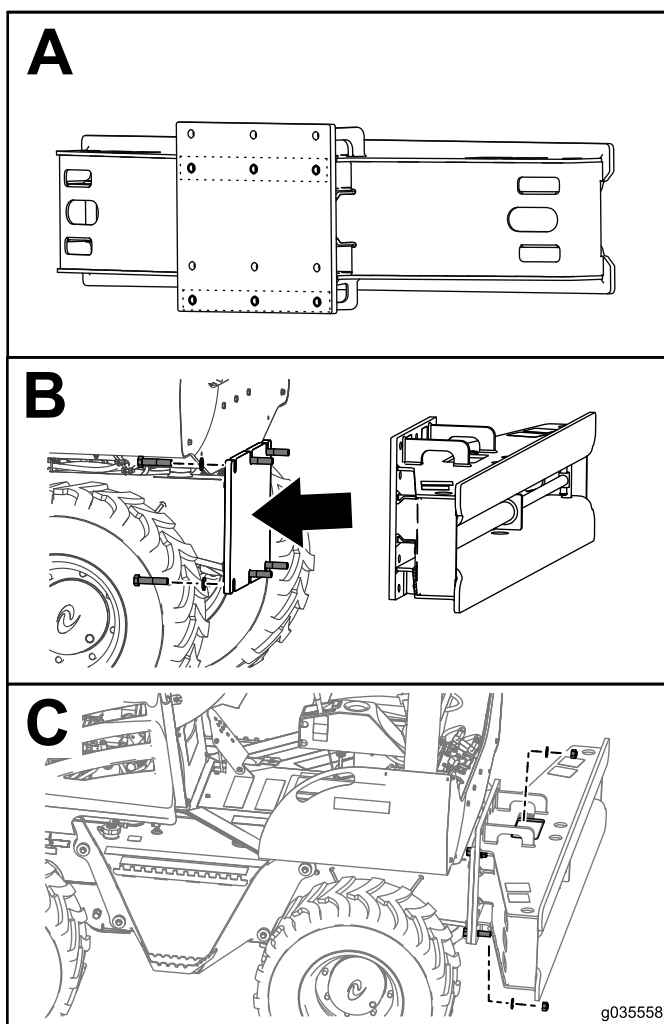

Figure 1
2. Sur la plaque de montage, localisez les 2 séries de trous qui vous serviront à fixer l'accessoire à la machine (encadré A de la Figure 1).
3. Fixez le cadre de déport coulissant à la machine au moyen de 6 boulons (3/4 x 3-1/2 po), 12 rondelles et 6 contre-écrous, comme illustré aux encadrés B et C de la Figure 1.